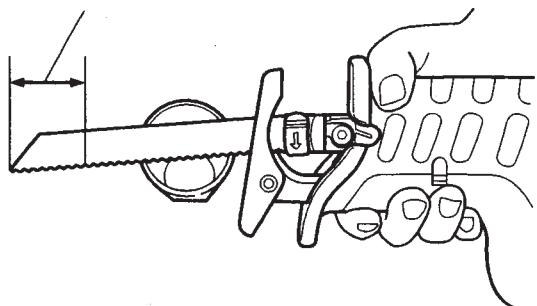

図 17
- ・のこ刃の長さは、図 17 に示すようにストローク量をさし引いたのこ刃のベースから飛び出し長さが、切斷材料より十分大きくなるように選んでください。